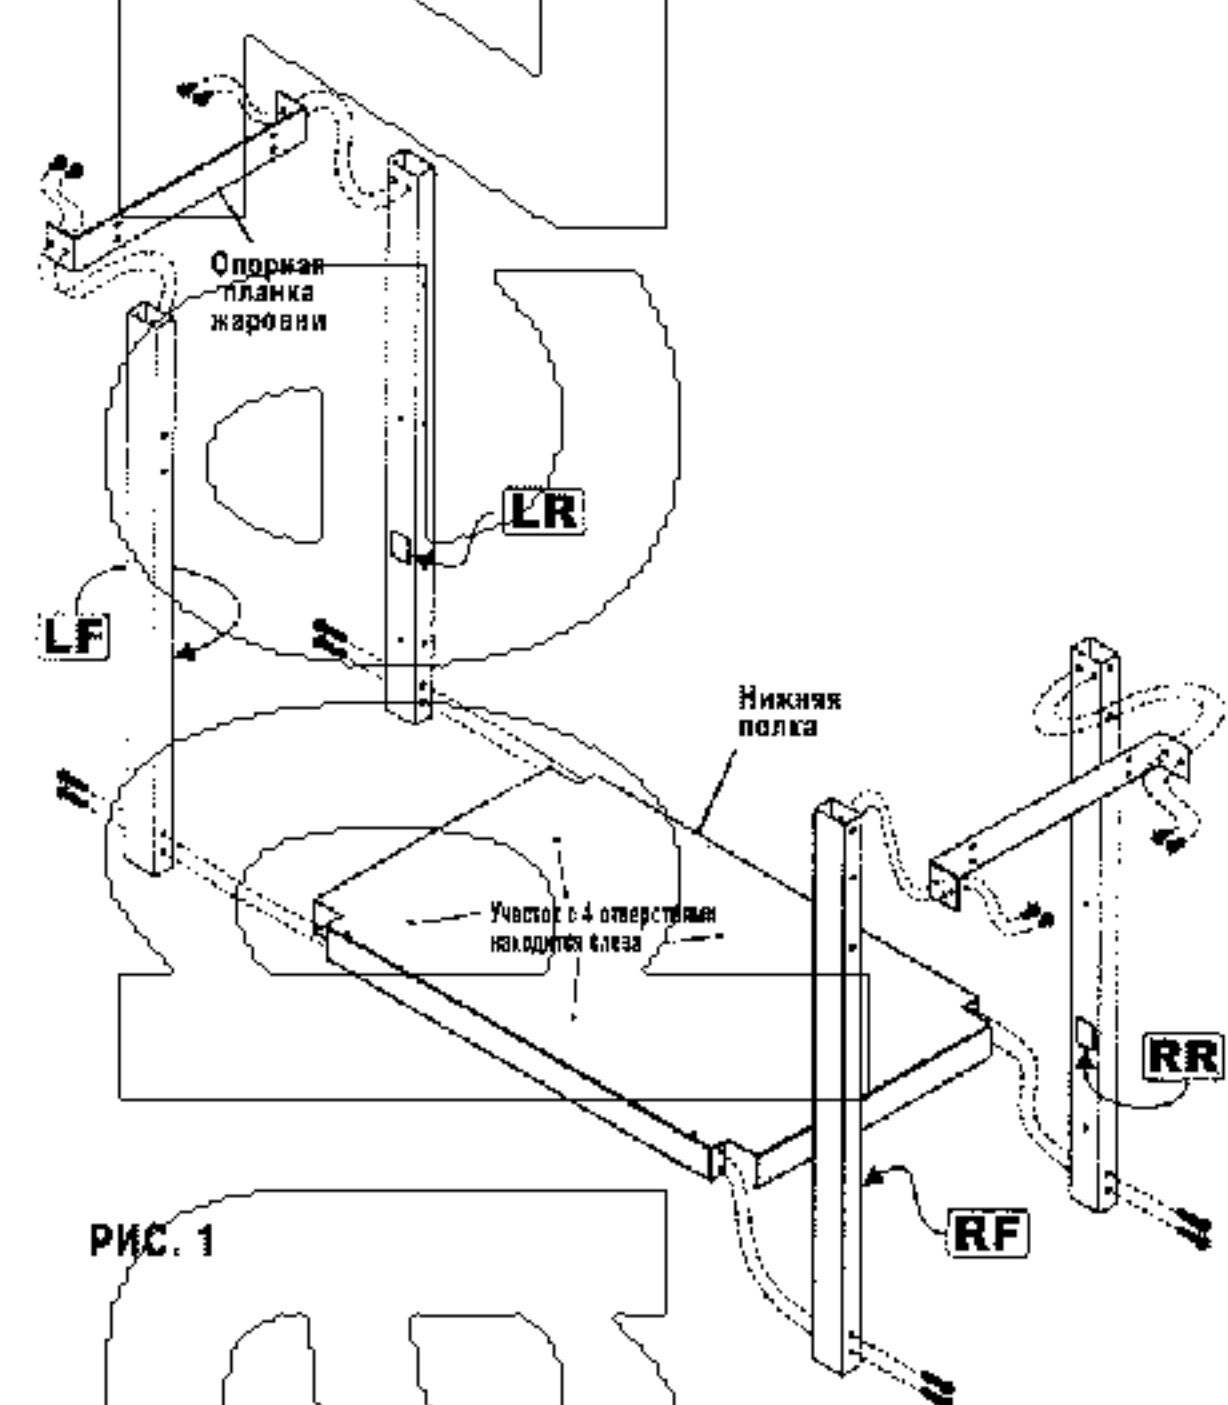

РИС. 1
1. Разверните нижнюю полку так, чтобы участок с четырьмя отверстиями располагался слева (см. рис. 1).
3. Используя восемь винтов 1/4x1/2" с крестообразным шлицем, закрепите опорные планки жаровни на ножках слева и справа так, чтобы они располагались лицевой стороной внутрь печи. Полностью затяните винтовые соединения (см. рис. 1).